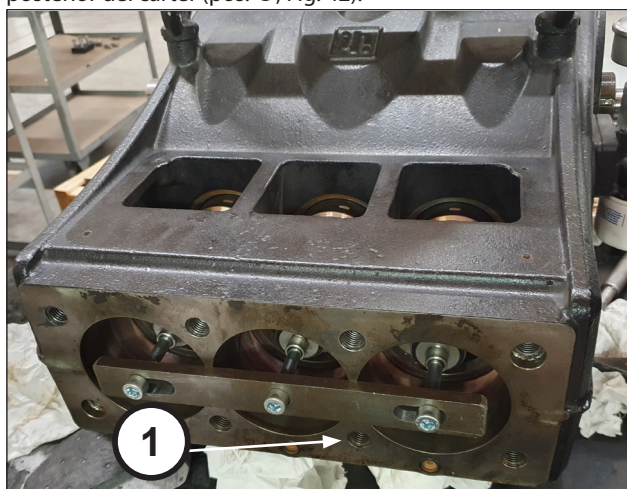
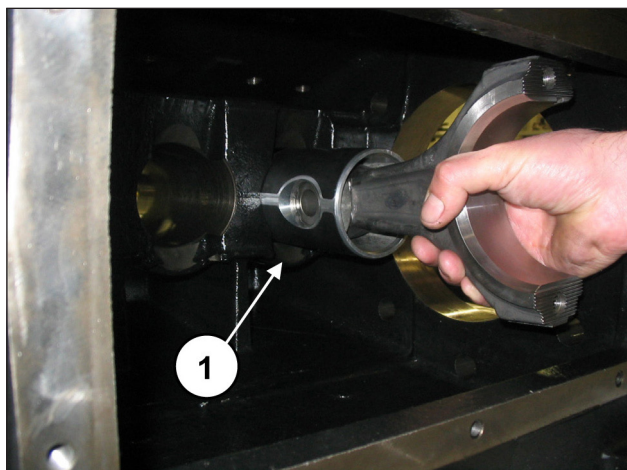

Fig. 41
Fig. 42
En aquellos casos en los que sea necesario sustituir una o más bielas, o guías del pistón, actuar del siguiente modo: Desenroscar los tornillos de la herramienta cód. 27566200 para desbloquear las bielas (pos. ①, Fig. 41) y, a continuación, extraer los grupos biela-guía del pistón por la abertura posterior del cárter (pos. ①, Fig. 42).
Comprobar que el cárter esté limpio e introducir el grupo semibiela-guía pistón dentro de las levas del cárter (pos. ①, Fig. 42).
Bloquear los tres grupos con la herramienta cód. 27566200 (pos. ①, Fig. 41).
27566200 (pos. ①, Fig. 41).